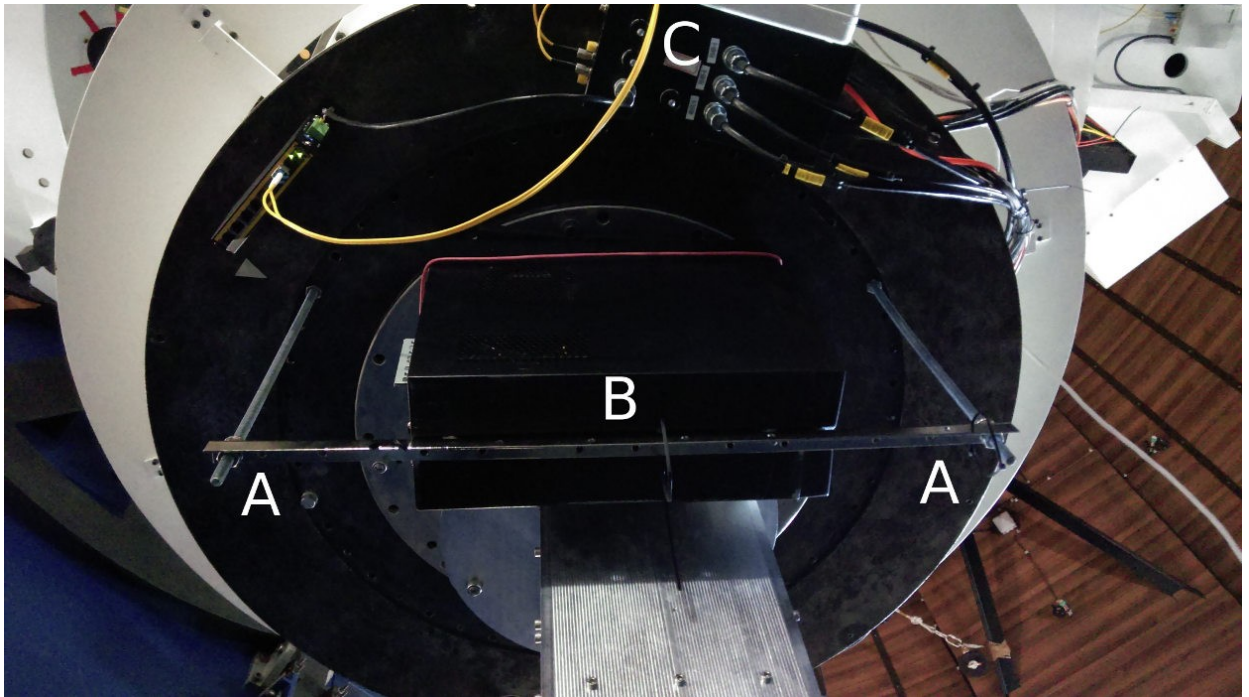

Рис. 7: Крепление аднасо при монтаже в фокусе Кассегрена.
10. Подключить оптический разъем адпасо к распределительной коробке на деротаторе (левый верхний угол рис. 7, оптические разъемы находятся на верхнем торце). Использовать для этого 2-м оптоволоконный кабель (хранится в коробке). Разъем 1 соответствует порту А, разъем 2 – порту В, см. схему ниже:
1. Собрать кронштейн крепления аднасо к FSU/деротатору (на рис. 7 он обозначен буквами А). Кронштейн представляет собой две шпильки М12 и планку с отверстиями. Шпильки заворачиваются либо в деротатор, либо в FSU так, чтобы аднасо оказалось в 3-10 см от задней стенки ОМ (см. рис. 7). Затем на них с помощью гаек крепится планка. При монтаже на деротатор используются два крайних отверстия планки, а при монтаже на FSU одно крайнее и одно не совсем крайнее.
4. Подключить оптический разъем adnaso к распределительной коробке на деротаторе (обозначена С на рис. 7). Использовать для этого 1-м оптоволоконный кабель (хранится в коробке). Разъем 1 соответствует порту А, разъем 2 – порту В, см. схему ниже: